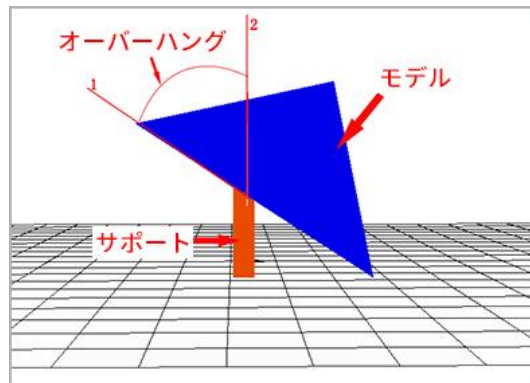

図 21, オーバーハング角度の概略図, 放射線 1 と 2 の角度はオーバーハング角度である
(2)オーバーハング角度（度）：範囲  $0^{\circ}$ - $90^{\circ}$ 。サポートの垂直方向とモデルの接触面の角度（overhang, 図 21 のような）がこの値より大きい場合、スライサーソフトウェアは重力のために印刷中にこれらの部品が落下するのを防ぐためにサポート構造を自動的に増やします。この角度の大きさはサポート構造の数に影響し、値が小さいほどサポートが必要な部位が多くなり、複雑なモデルではサポートが多すぎると取り外しが困難になります。デフォルト設定は  $60^{\circ}$  で、印刷の経験が豊富な場合は自分で変更できます。